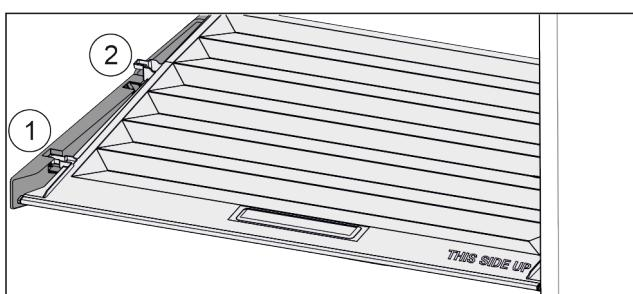

Fig. 101
- ▶ 将盖子向前拉 Fig. 101 (1)至定位件开口。
- ▶ 从下方抬起后端并向上将其移出 Fig. 101 (2)。